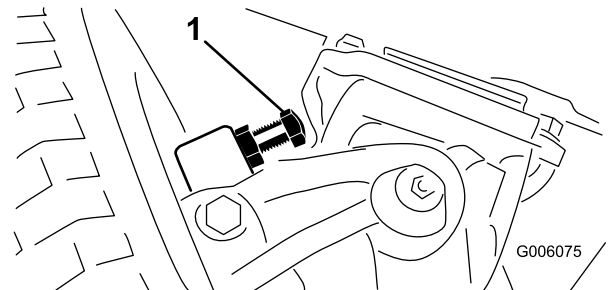

Figure 69
1. Vissez ou dévissez les boulons jusqu'à ce que l'écart correct soit obtenu (2,3 mm) ; voir Figure 69.